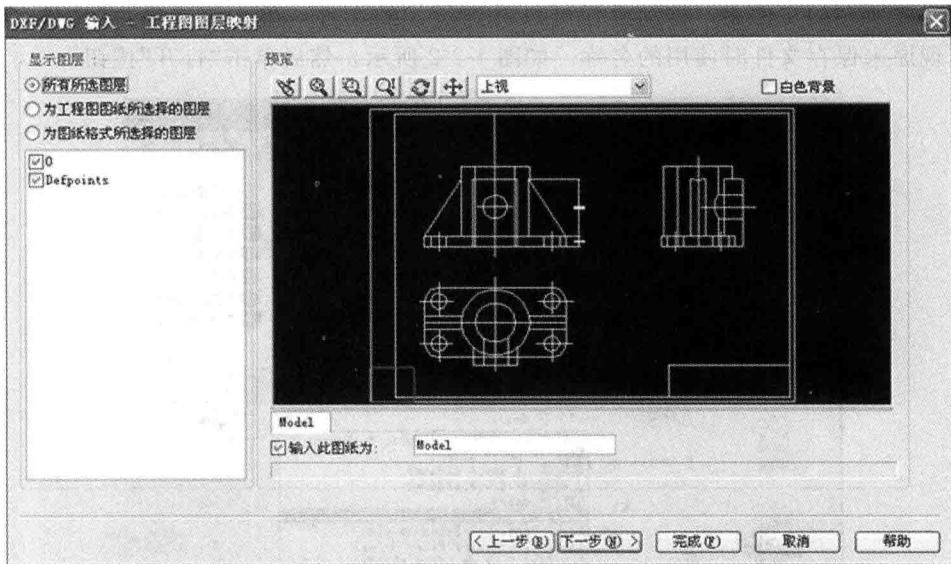
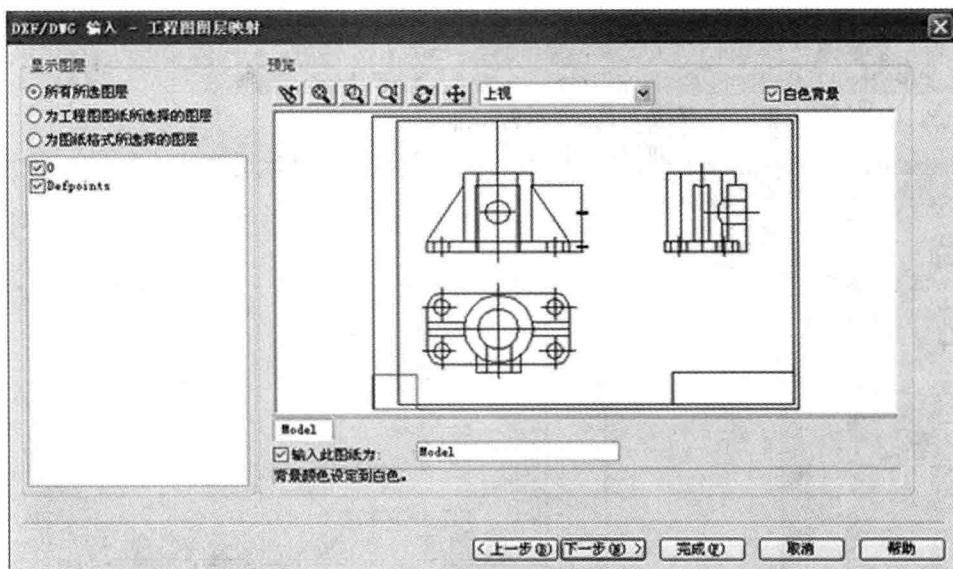
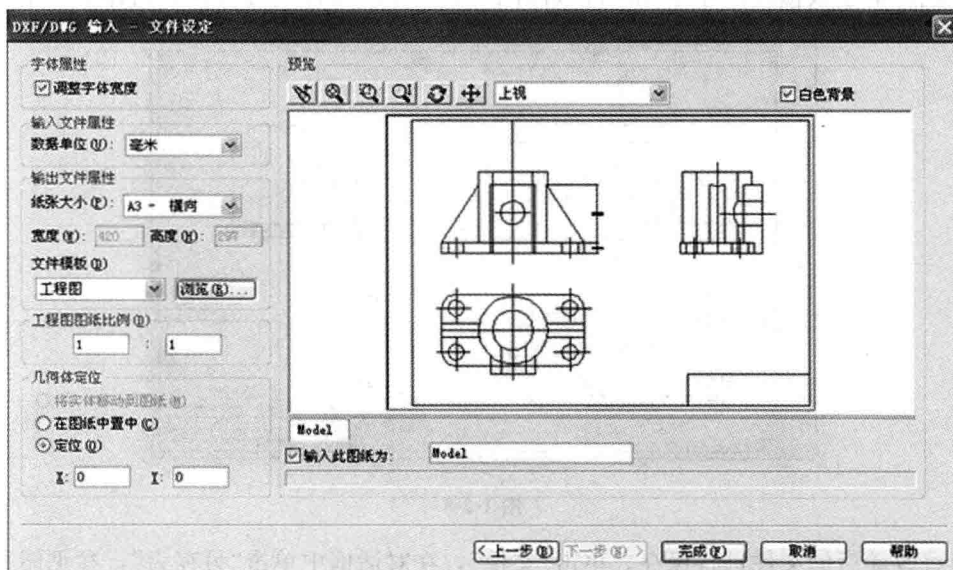
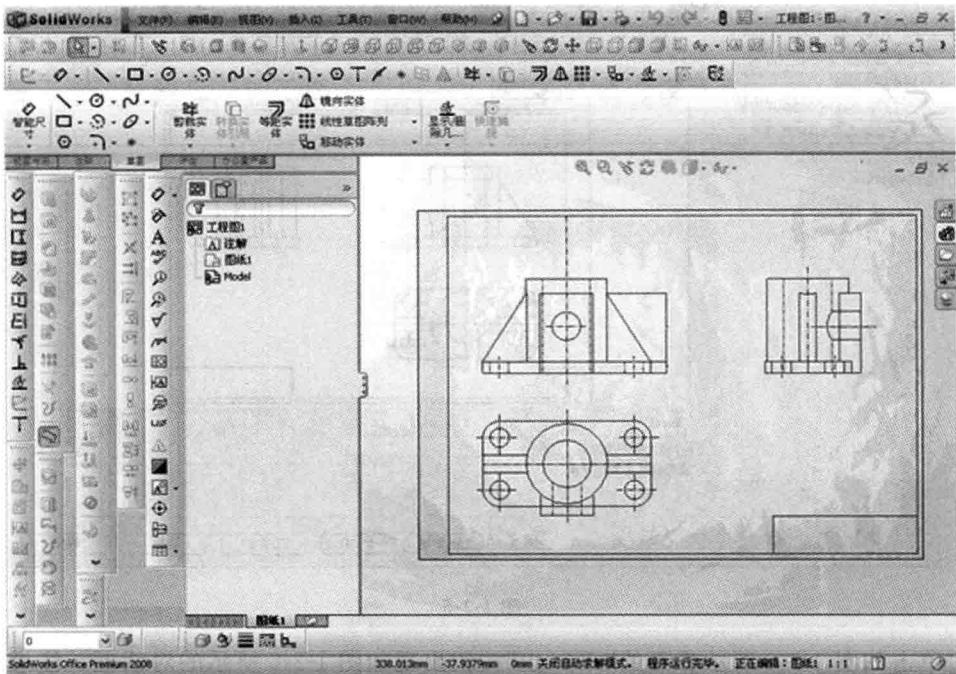

图 1-2-4
图 1-2-5
图 1-2-6
图 1-2-7
4) 如图 1-2-3 所示, 单击“下一步”按钮, 出现如图 1-2-4 所示的预览。选中“所有所选图层”, “输入此图纸为 Model”, 然后单击“白色背景”, 背景颜色由黑变白, 见图 1-2-5。左下角出现一个红色矩形框, 代表坐标原点位置, 暂时不用管它。
5) 单击如图 1-2-5 所示界面的“下一步”按钮出现如图 1-2-6 所示的对话框，注意将“数据单位”改为“毫米”，将纸张大小改为 A3，与原来绘图时大小一样，其他默认。单击“完成”按钮，见图 1-2-7。图纸背景是软件默认背景，不用改变。工具栏标题栏的格式是随你自己的安排而变化的。